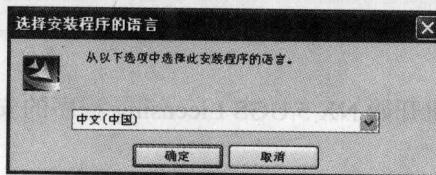

图 1-10 安装程序语言选择界面
(1) 完成服务程序的安装后，开始安装 UG NX 5 运行程序，在安装程序选择界面中选择 Install NX 选项，进入安装过程的提示语言选择界面，如图 1-10 所示。